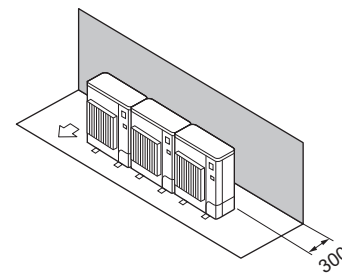

Fig. 2-13
- (1) Solo ostacoli posteriori (Fig. 2-13)